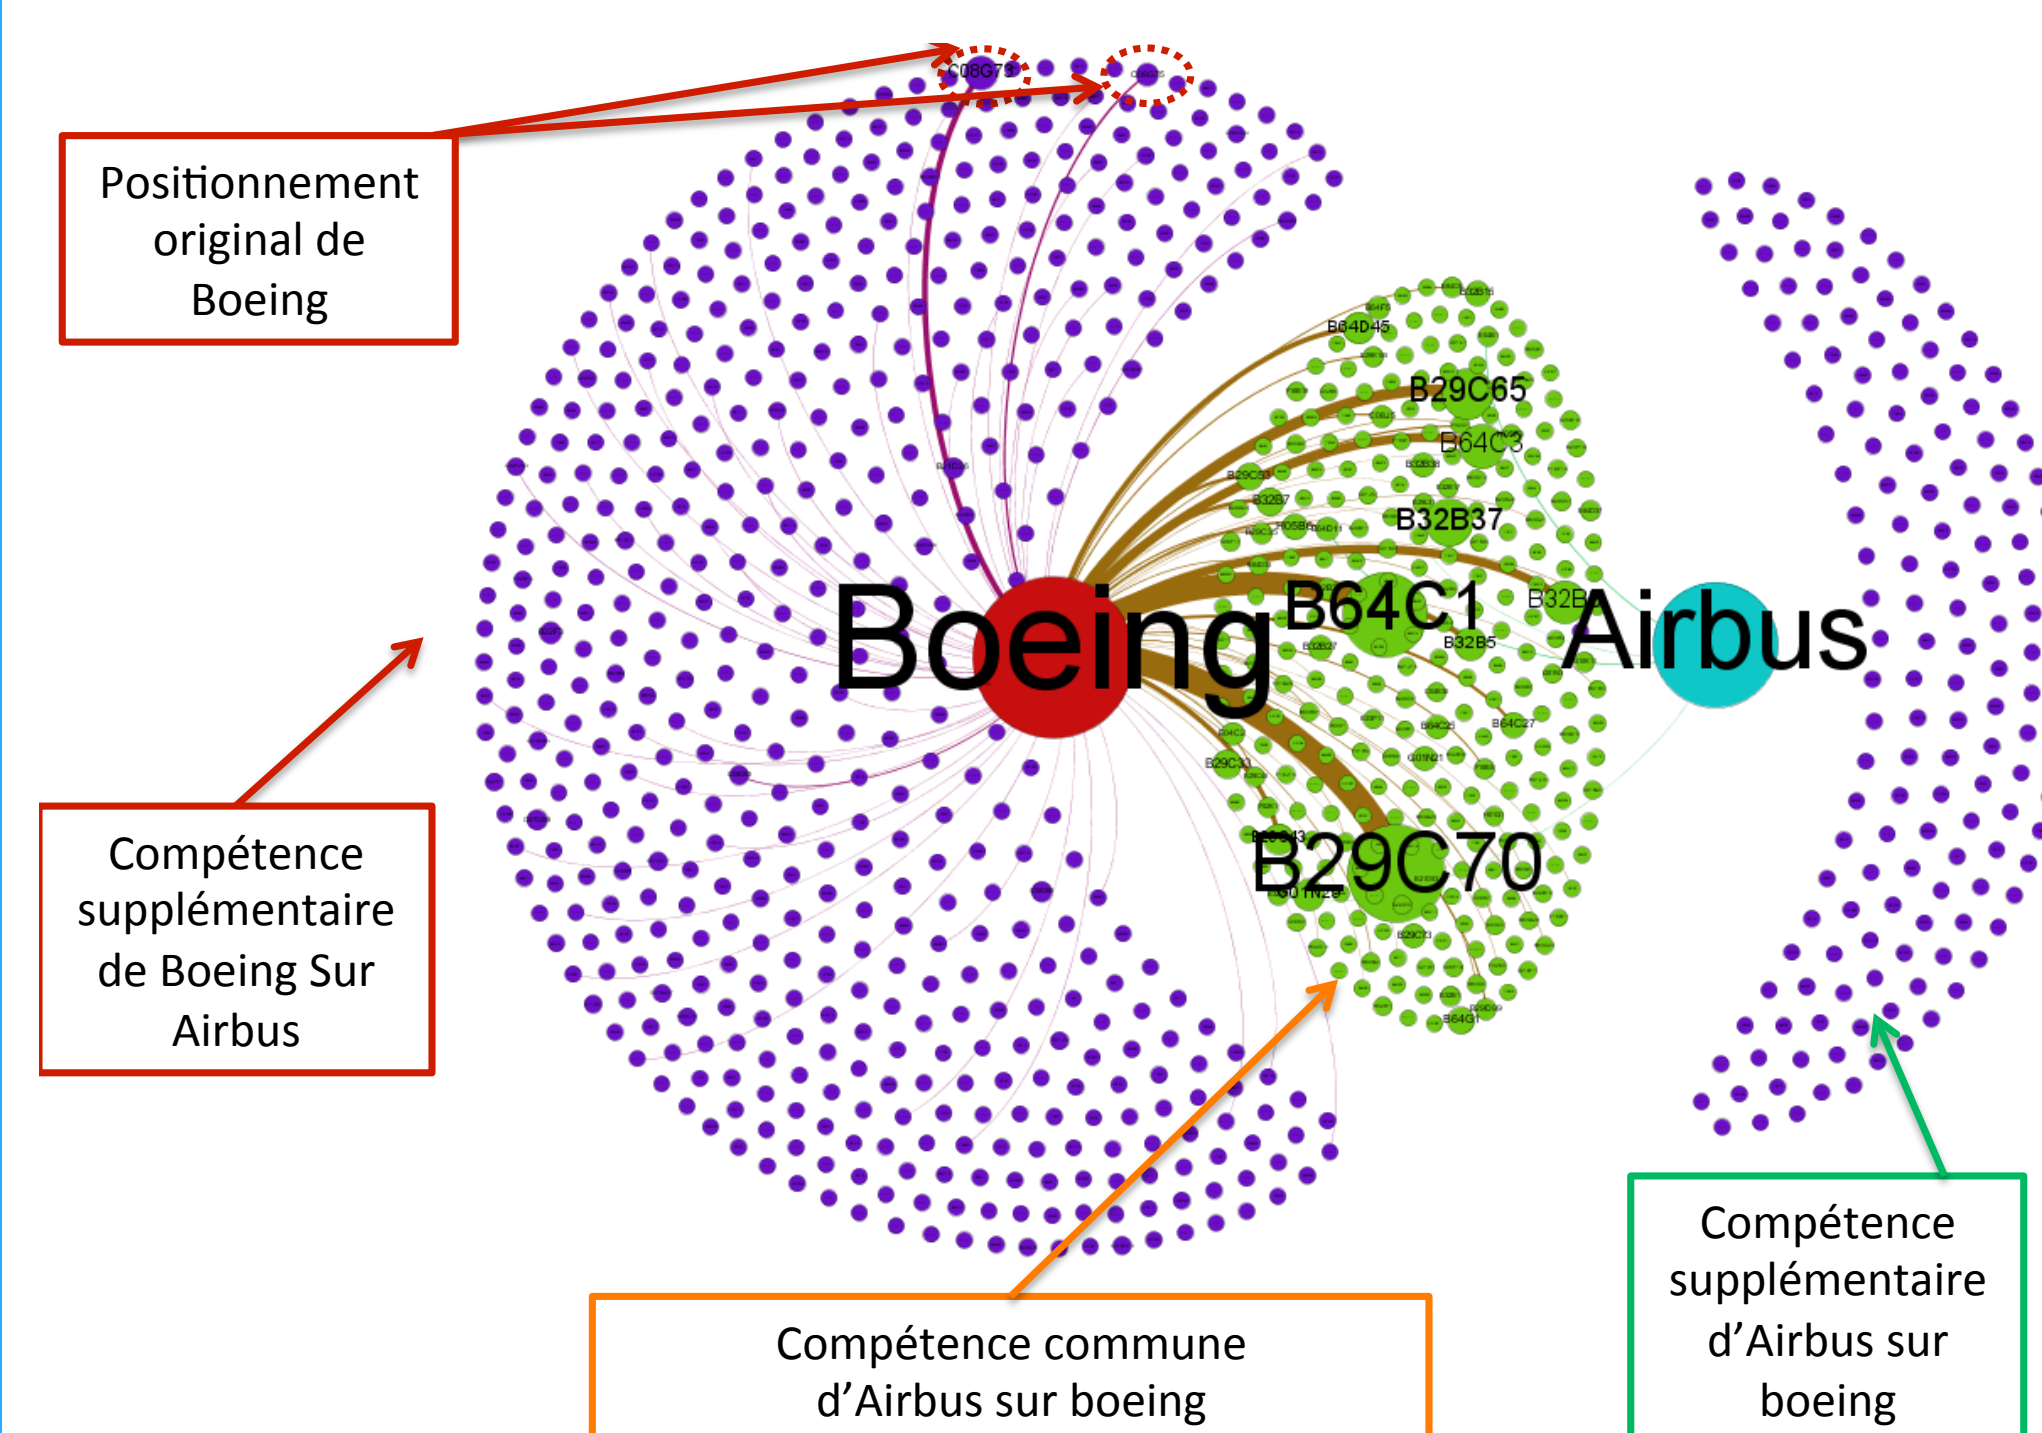

Figure 3: Technologies complémentaires et
- La figure 3 montre les technologies sur lesquelles travaillent Airbus et Boeing.